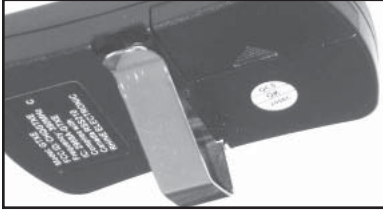

FIG. 8-2
- Asegúrese de que la batería nueva esté en la dirección correcta (Haga coincidir la polaridad con los símbolos adentro de la tapa de la batería) (**Fig. 8-2**).